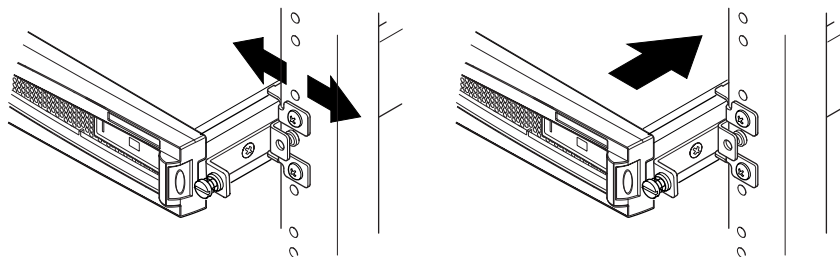

РИС. 2-8 Подгонка раздвижных держателей и фиксация сервера в стойке винтами
- 8. Совместите винты с рифлеными головками, расположенные по сторонам сервера, с отверстиями держателей в стойке (см. РИС. 2-8).**